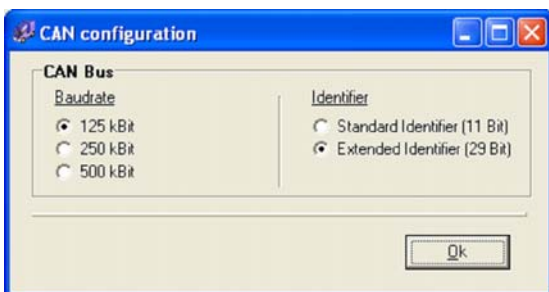

Fig. 5 Cuadro de diálogo de configuración CAN
- Haga clic en este botón para abrir el cuadro de diálogo de configuración CAN (véase la fig. 5).